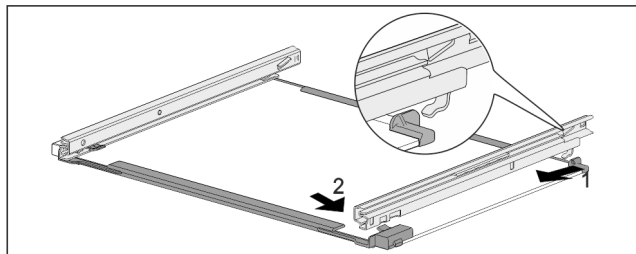

Fig. 242 Скляна пластина з рейками
- Зачепити рейку ззаду. Fig. 242 (1)
- Зафіксуйте рейку спереду. Fig. 242 (2)